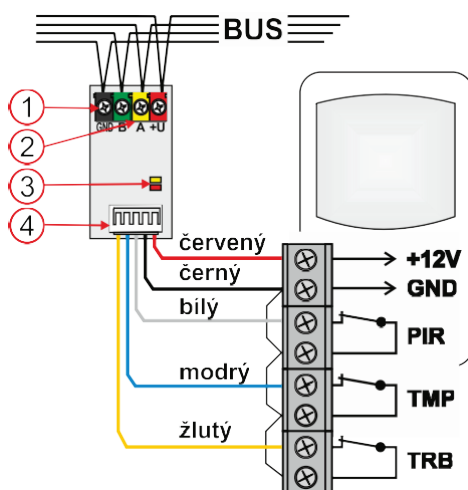

Abbildung 1: Beschreibung der internen Teile des Produkts und Anschluss der Kabel des Moduls
2. Schließen Sie die Kabel an den Melder an (gemäß Abb. 1).